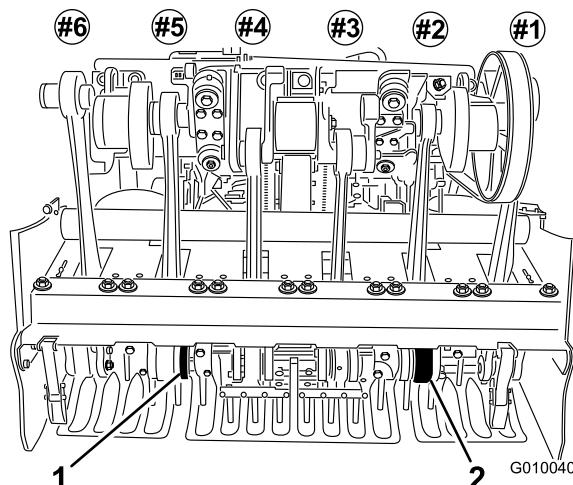

図 26
5. タイン・ホルダー #2 と #5（図 26）にタインを取り付け、キャップスクリュで固定する。